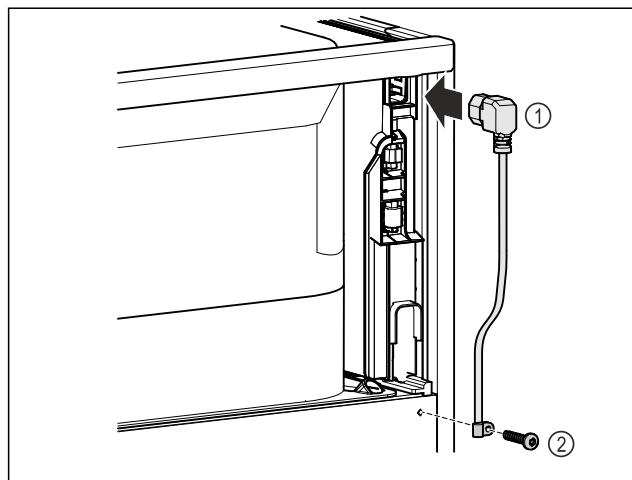

Fig. 72
- Insertar el conector para aparatos de frío del cable de alimentación Fig. 72 (1) en la parte posterior del dispositivo.
- Montar la protección contra tirones Fig. 72 (2).